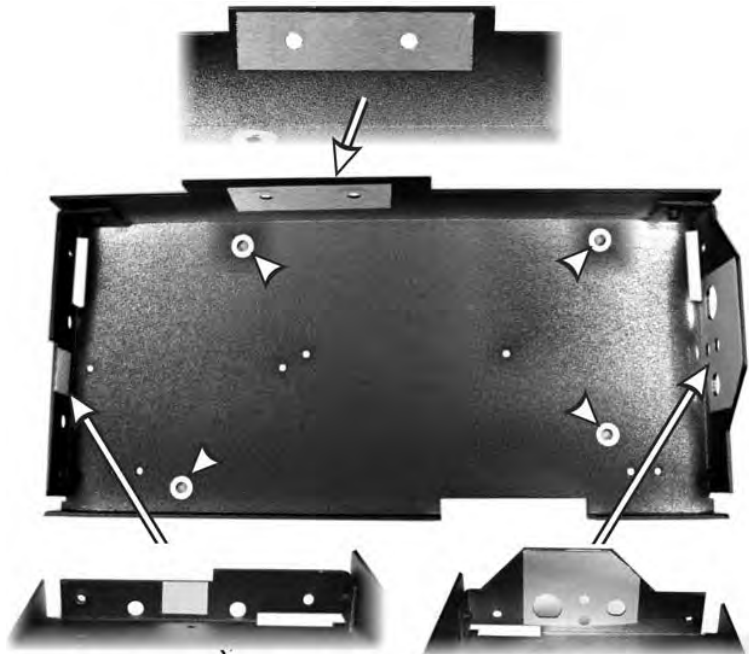

Figure 28. Bottom Cover Clean Contact Areas Inside.
□ 下カバー板金から任意の保護テープを取り除いて、金属が底の中の4穴のネジ穴のまわりのエリアにおいて清潔であることを確認してください。そうすれば、示される側のエリアは、これらのポイントのすべてのハードウェアを備えた図28。Good電気接触があなたのKX3の適切なオペレーションにとって非常に重要であると考えます。